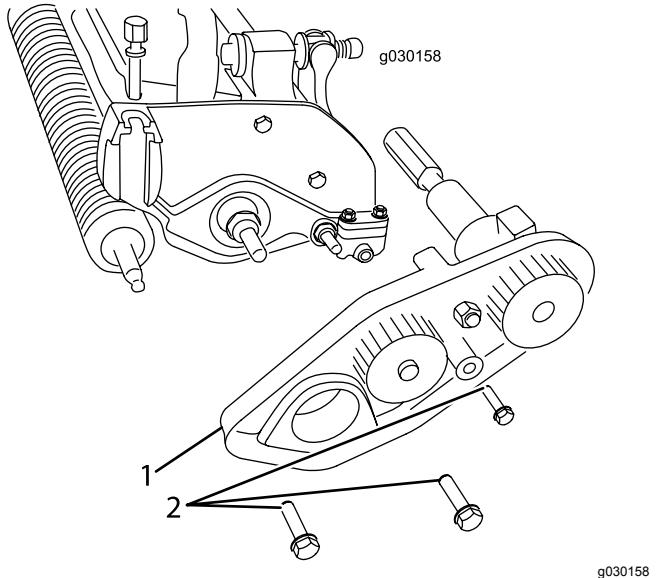

Figura 6
- Retire los 3 pernos que sujetan el conjunto de correa de transmisión a la unidad de corte, si está instalado, y retire el conjunto entero (Figura 6).
11. Introduzca el otro extremo del eje del groomer en la placa de apoyo izquierda (Figura 6).
- A. Instale el conjunto de la correa de transmisión usando los pernos que retiró anteriormente, y asegúrese de que la chapa lateral gira libremente. (Figura 6).